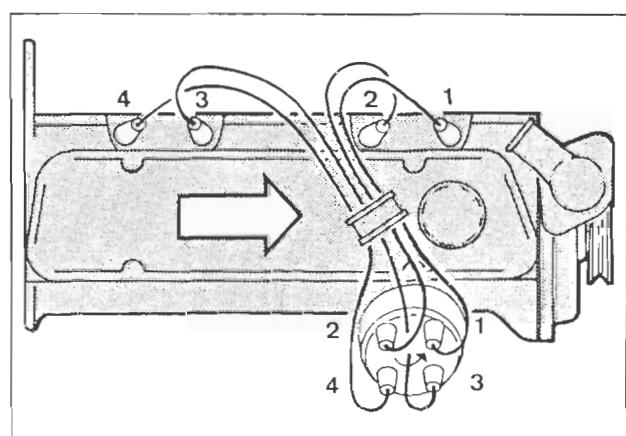

Fig. 84 - Tændledningernes placering (tændingsrækkefølge).
3. Monter ventildækslet og spænd det fast. Forbind tændledningerne, Fig. 84, og monter luftfiltret.